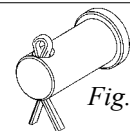

Fig. 16.1.b
7. För ner med adapterröret och montera det till nedre lagringens kardanring. Skruva fast bussningarna enl. fig. 16.1.c. Drag åt skruvarna ① ordentligt. Drag åt låsskruvarna ②.